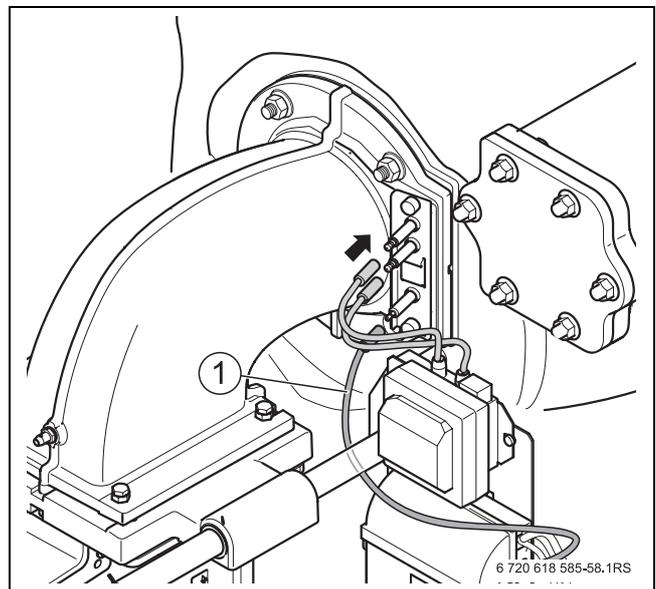

Fig. 62 Collegamento a spina al portaelettrodi
- ▶ Collegare tutti i cavi di collegamento elettrico alla valvola del gas, al ventilatore e i collegamenti a spina al portaelettrodi. Posare il cavo di ionizzazione [1] come indicato in fig. 62 (al di sotto dell'asta di guida).